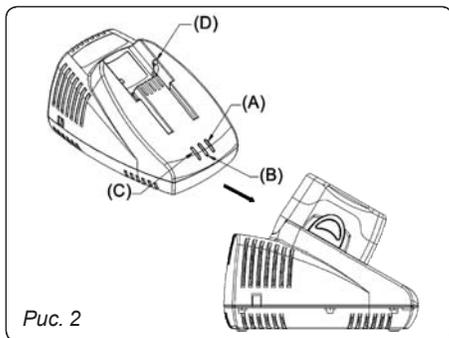

Рис. 2
Убедитесь, что напряжение электросети соответствует техническим данным, обозначенным на корпусе зарядного устройства. Подключите устройство в электросеть. Зажженный оранжевый индикатор (A) Рис. 2 показывает, что устройство готово к работе.